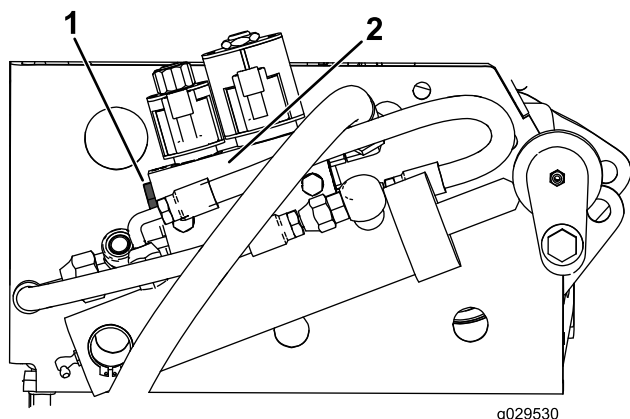

Рисунок 18
5. На правой раме найдите клапан подъема деки в сборе (Рисунок 18).
6. Снимите заглушку с левой стороны клапана в сборе (Рисунок 18).